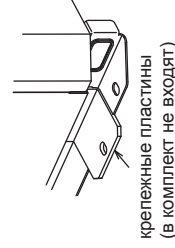

Рис. 3 (без съемной опоры)
- ④ Если болты крепления закручиваются после установки блока на основание, то используйте крепежные пластины (в комплект не входят). См. рис. 3 и 4.
- ⑤ Изолируйте отверстия, через которые в блок входят фреонпроводы и кабели, для исключения проникновения в блок мелких животных и воды, которые могут повредить компоненты блока.
- ⑥ При подключении фреонпроводов и кабелей снизу убедитесь, что они не мешают установочным элементам блока.
- ⑦ Следуйте дополнительным рекомендациям, приведенным в «Инструкции по установке».